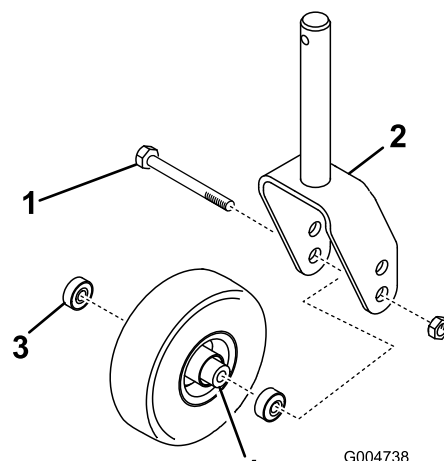

Bild 25
1. Entfernen Sie die Sicherungsmutter von der Schraube, mit der das Laufrad an der der Gabel befestigt ist (Bild 25). Halten Sie das Laufrad fest und schieben die Schraube aus der Gabel oder vom Gelenkarm ab.
2. Entfernen Sie das Lager aus der Radnabe und lassen das Lagerdistanzstück herausfallen (Bild 25). Entfernen Sie das Lager aus der gegenüberliegenden Seite der Radnabe.